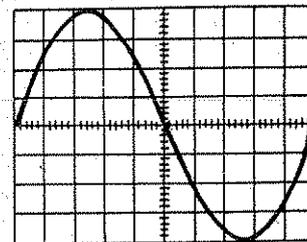

Figura 12.26
- 11) Al medir con un osciloscopio una tensión alterna, obtenemos la señal que se indica en la Figura 12.26. Estando el atenuador vertical en 10 V/div y la base de tiempos en 5 ms/div, determinar el valor máximo, el valor eficaz, el período, la frecuencia y el valor instantáneo a los 5 ms.